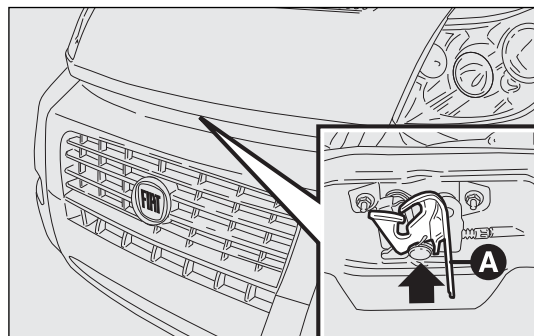

fig. 130
- ☐ tirar de la palanca A-fig. 130 tal como muestra la figura;